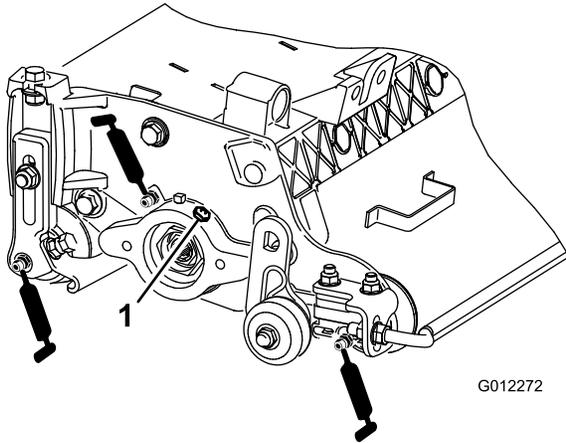

Figura 8
Cada unidad de verticorte tiene 7 puntos de engrase (Figura 8) que deben ser lubricados regularmente con grasa de litio de propósito general N° 2.
2. Aplique grasa hasta que salga grasa limpia de las juntas del rodillo y la válvula de alivio del cojinete (Figura 8).